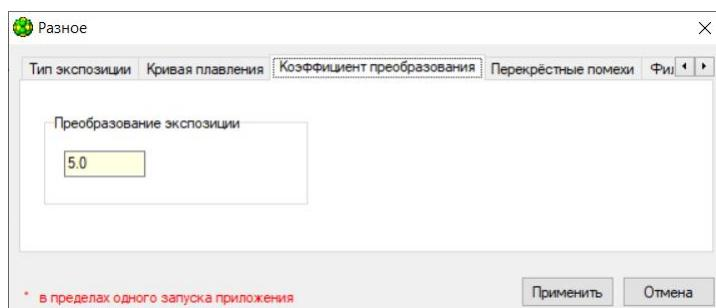

Рис.4 Вкладка «Коэффициент преобразования»
**Коэффициент преобразования:** коэффициент, определяющий во сколько раз вторая экспозиция меньше первой (Рис.4).